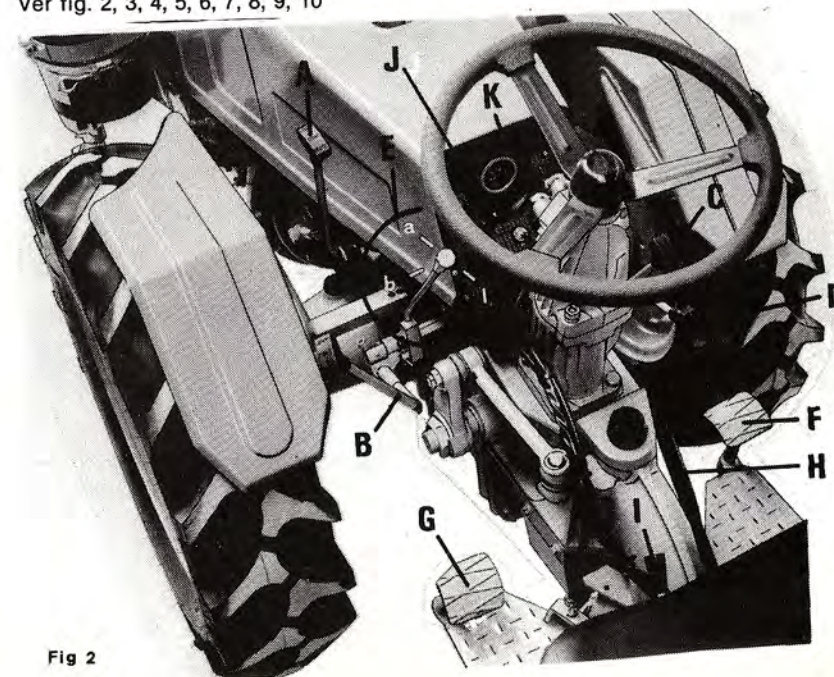

Fig 2
Ver fig. 2, 3, 4, 5, 6, 7, 8, 9, 10
- Con la palanca en la posición L se obtiene la elevación de la brida porta-aperos. La palanca vuelve automáticamente a la posición centro B con el fin de evitar, que por distracción del conductor, la bomba esté funcionando en sobrecarga. (Ver. fig. 2)